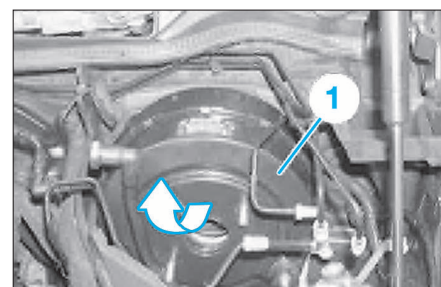

FIG. 17
- Retirer le servofrein (1) avec précaution du tablier d'auvent et le sortir en le basculant (Fig.17)..